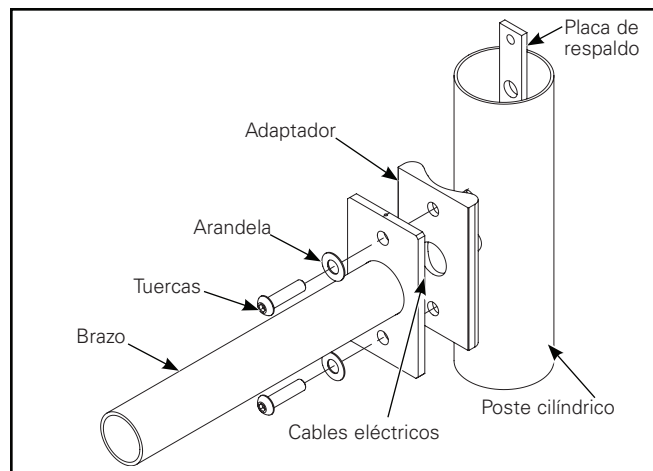

Figura 8.
Brazo recto (Figura 8)
2. Solo para postes redondos: instale el adaptador de placa redonda con la parte redonda orientada hacia el poste (Figura 8). Alinee los orificios superior e inferior.